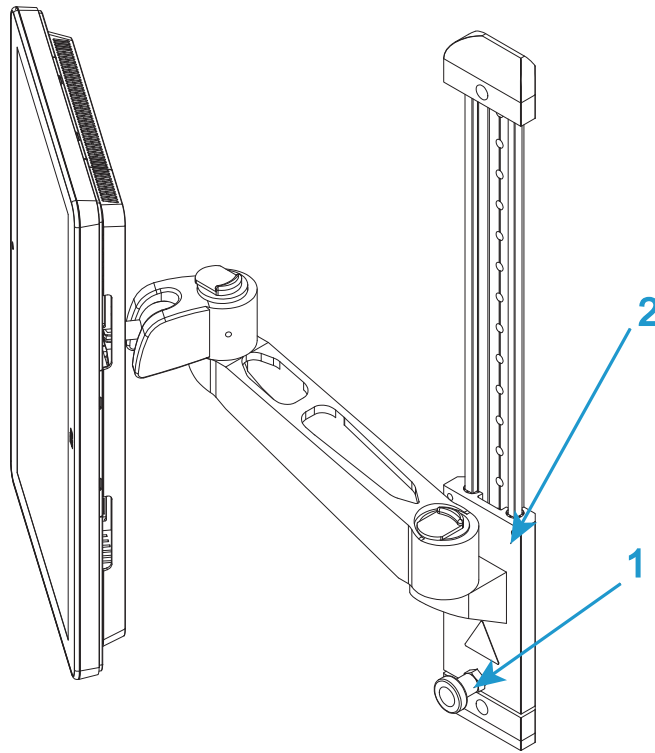

Figura 11. Regolazione dell'altezza
1. La barra di scorrimento consente di regolare l'altezza del Dashboard operatore® Bluehill per diverse esigenze di comfort. Allentare il blocco (1 in Figura 11 a pagina 49) e far scorrere il braccio di montaggio (2 in Figura 11 a pagina 49) all'altezza desiderata. Stringere nuovamente il blocco.